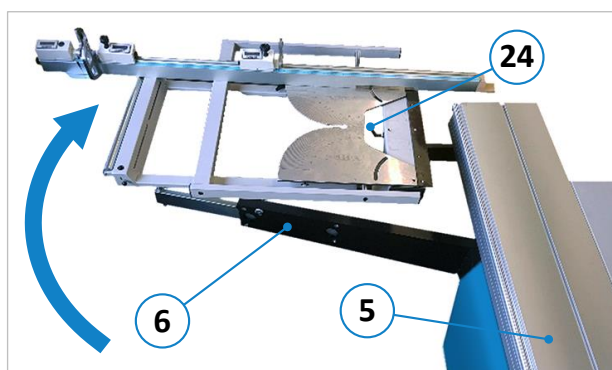
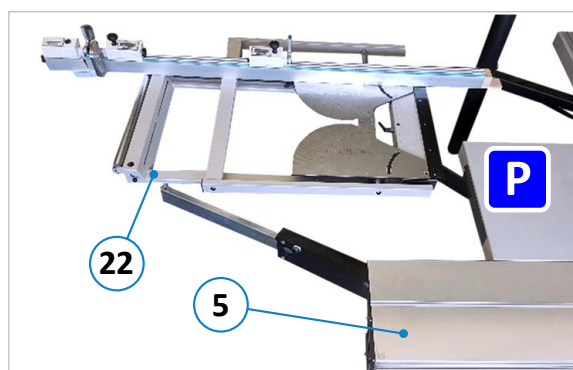

Figure 79 : pivoter le châssis à équarrir
Figure 80 : position de stationnement finale
- Tourner le châssis à équarrir (**Q**) de 90° vers la droite et le faire pivoter vers l'arrière pour l'amener dans sa position de stationnement définitive derrière la table coulissante (voir ⇒ Figure 79 et ⇒ Figure 80).